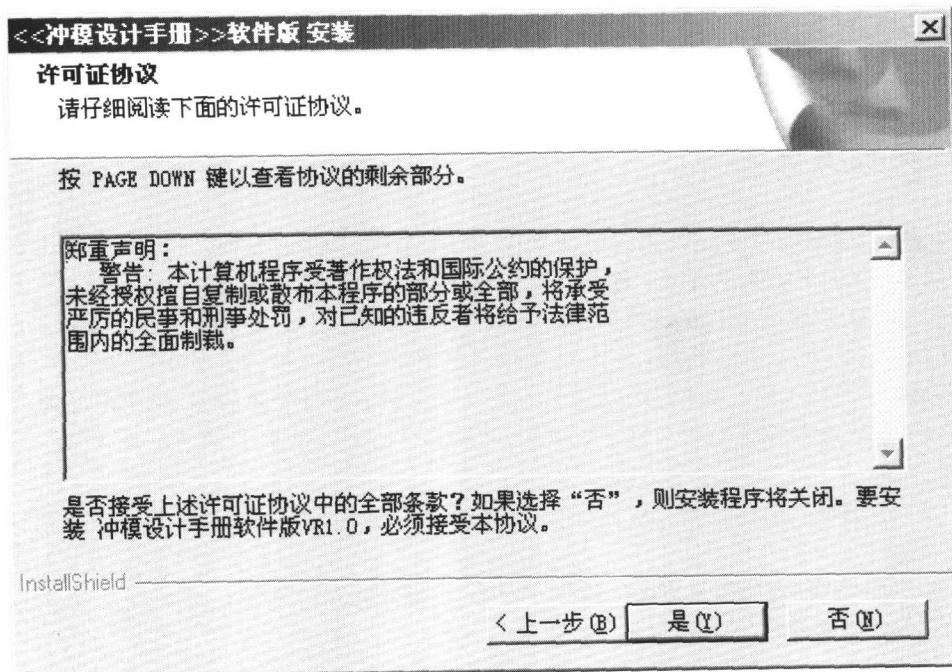

图 1.2 许可协议界面
- (3) 单击“下一步”按钮，显示关于软件使用的许可协议界面，如图 1.2 所示。在用户安装协议中，说明了用户的权利和义务，在您阅读协议内容并表示同意后，单击“是”按钮。